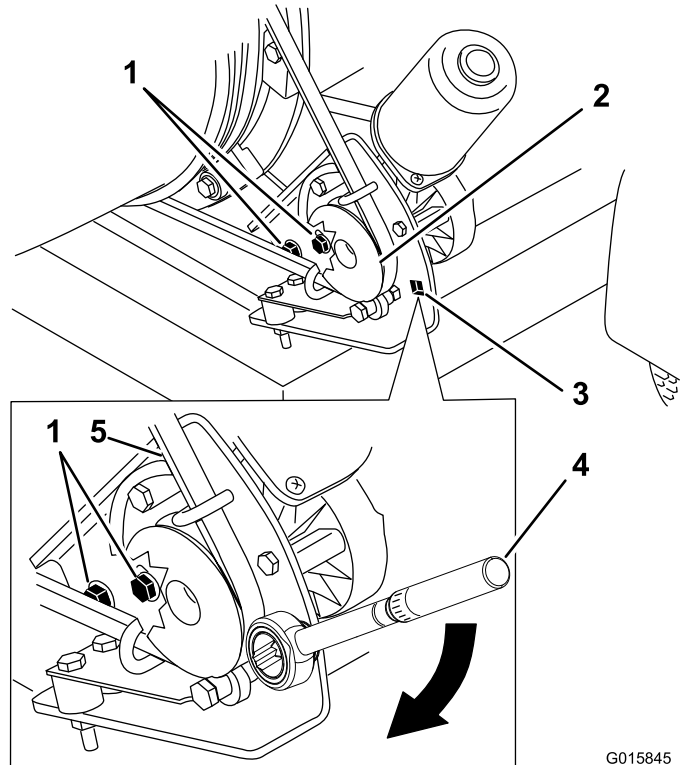

Figura 30
1. Afloje los pernos que sujetan el soporte de montaje de la polea al bastidor del soplador (Figura 30).
2. Coloque una llave dinamométrica en el soporte de montaje de la polea (Figura 30).
3. Gire el soporte de montaje de la polea alejándolo de la tobera hasta que la llave dinamométrica dé una lectura de 22,6–26,0 N·m (Figura 30).